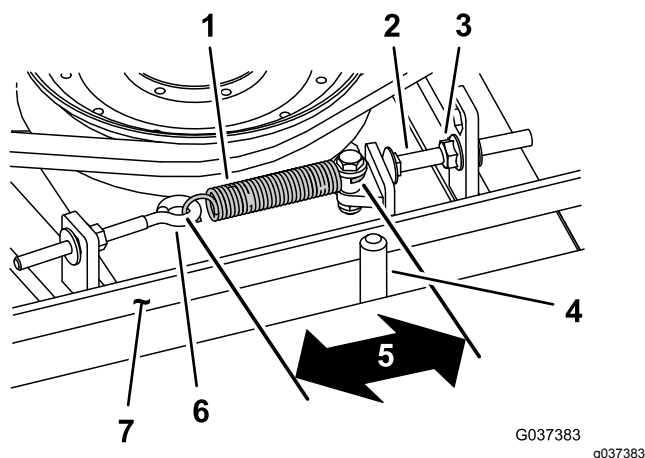

Figure 102
Lorsque le ressort d'extension est correctement tendu, l'intérieur doit mesurer (d'un crochet à l'autre) entre 8,3 et 9,5 cm. Lorsque le ressort est correctement tendu, ajustez le boulon de butée (boulon de carrosserie) jusqu'à obtention d'un jeu d'environ 2 à 5 mm entre la tête du boulon et le bras de tension (Figure 102).
Remarque: La courroie doit être placée du côté ressort du guide (Figure 102).
- Desserrez le boulon à œil (Figure 102).
- Desserrez l'écrou à embase qui fixe le boulon de butée à la patte de montage, et écarter la poulie de tension de la courroie (Figure 102).
9. Raccrochez le ressort d'extension (Figure 102) au boulon à œil et tendez la courroie comme suit :